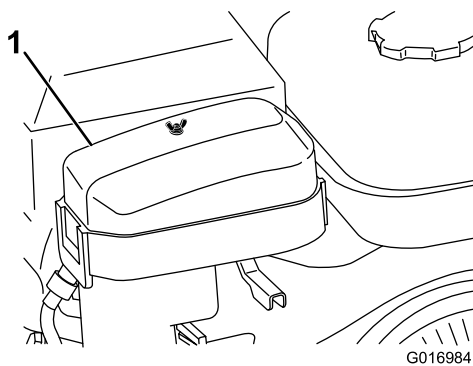

Bild 24
2. Nehmen Sie die Flügelmutter ab, mit der die Luftfilterabdeckung befestigt ist, und nehmen Sie sie ab (Bild 24).